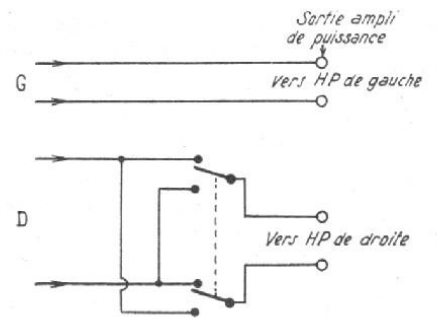

FIG. 18
**Inversion de la phase d'un canal :** Lorsque l'amplificateur stéréophonique est équipé d'un amplificateur de puissance, la méthode la plus simple consiste à inverser le branchement de la bobine mobile du haut-parleur à l'un des secondaires du transformateur de sortie, comme indiqué par la figure 18. S'il s'agit simplement d'un amplificateur de commande, sans amplificateur de puissance, l'inversion doit être réalisée par tube électronique. Les signaux disponibles sur la plaque d'un tube sont, en effet, en opposition de phase avec ceux qui sont appliqués à sa grille. Il suffit, en conséquence, d'ajouter un tube sur un canal pour obtenir l'inversion de phase désirée. L'amplification résultant de ce tube supplémentaire doit être compensée par un atténuateur disposé avant ce tube.